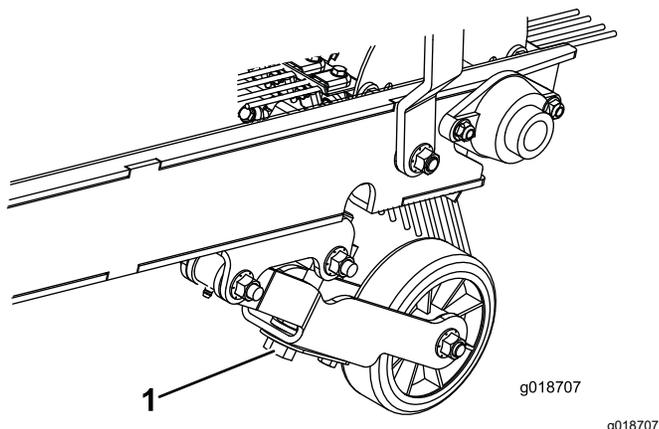

图 10
- 旋转深度调节螺栓直至耢耙可以轻轻接触到草坪草的顶部。如果安装了清扫机 清扫机应与草坪表面轻轻接触。当清扫机运转时表面接触宽度应该是整个清扫机长度的约 25mm 宽 图 10。